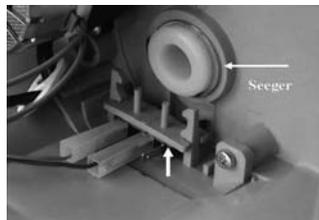

Fig. 15
- Particolari in plastica danneggiati. Aprire il box e verificare l'integrità delle parti in plastica di sostegno al micro switch (Fig. 15).
- Micro switch danneggiato. Aprire il box e verificare (Fig. 15): l'integrità del micro switch; il suo corretto posizionamento; il corretto posizionamento dei morsetti; l'integrità dei fili di collegamento; l'integrità della leva di azionamento del micro switch.
- La camma è fuori posizione. Aprire il box (Fig. 15) e verificare che il seeger metallico che trattiene la camma sia integro e ben posizionato nel suo alloggiamento. Verificare che la camma azioni la leva del micro switch (ruotandola a mano).
In fig. 15 sono ben visibili il micro switch, i suoi particolari meccanici di fissaggio e comando, e i morsetti di collegamento con il controller.